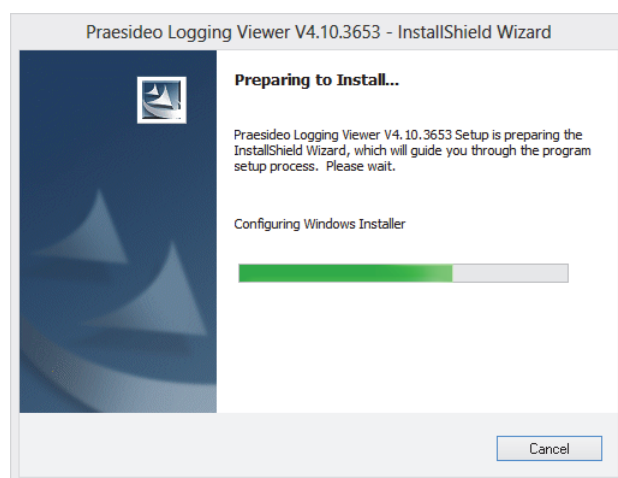

figura 59.1: Installazione del visualizzatore per il database di registrazione
- 3 Fare clic sul pulsante *Open* per avviare il programma di installazione di *Logging Viewer*. Appare una schermata simile a quella in figura 59.1.